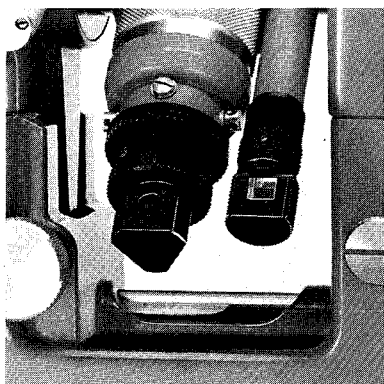

図22： 接眼レンズ用プリズム。
5.6.1 65°までの鉛直角視準の接眼レンズ用プリズム（図22）